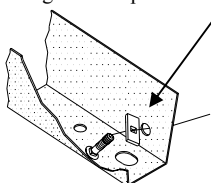

Figure 2
- À l'aide d'un fil de tirage, acheminer le(s) boulon(s) 1/4 x 1 x 2 et le(s) bloc(s) dans le(s) trou(s) d'accès à l'extrémité du cadre. Garder le(s) boulon(s) et le(s) bloc(s) à l'intérieur du cadre jusqu'à ce que l'attelage soit en position. Laisser le(s) fil(s) de tirage sur le(s) boulon(s) de carrosserie temporairement, voir Figure 2.
- Sur tous les modèles sauf les 2009 ultérieurs, poser trois (3) boulons M12 à formage de filet et leurs rondelles coniques dentées dans les écrous à souder existants sans filetage du côté passager, comme illustré. Les boulons vont former le filetage.